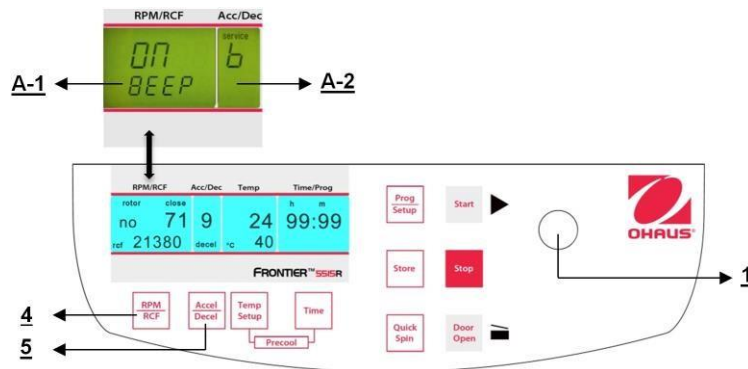

Figura 38
Proceda como se describe en el punto 4.1.1 para ingresar en este modo de programa y luego presione el botón "**Accel/Decel**" (5). En la pantalla "**Acc/Dec**" (A-2) destella la palabra "**Service**". Ahora seleccione la letra "**B**" con la perilla de ajuste (1). Como resultado, en la pantalla "**RPM | RCF**" (A-1) aparece la palabra "**ON/BEEP**". Después de presionar el botón "**RPM | RCF**" (4), puede encender el sonido del teclado (On) o apagarlo (Off) con la perilla de ajuste (1). (Vea la Figura 38.)